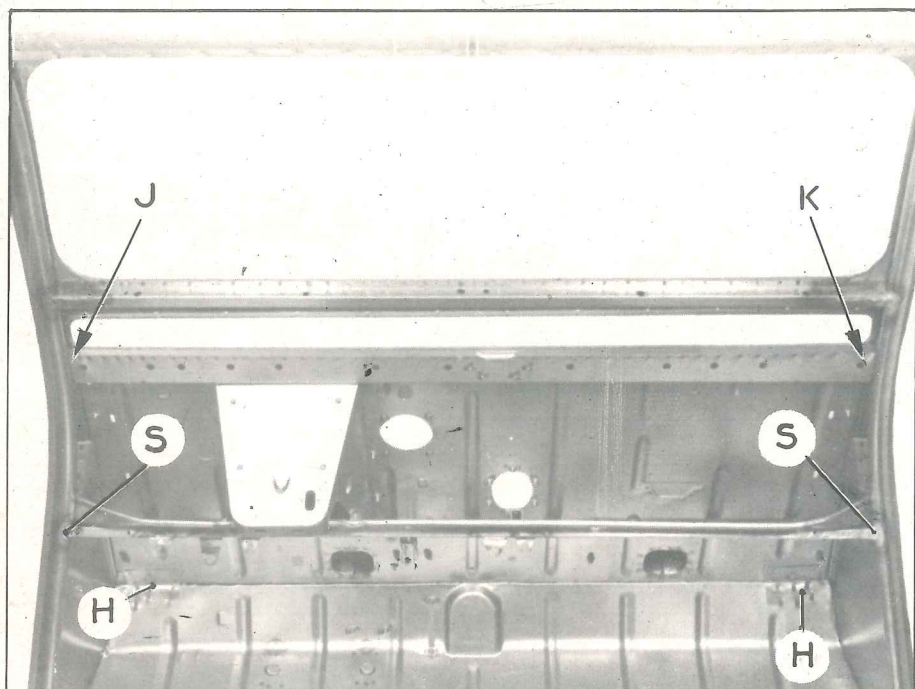

Fig. 3
2. Dessouder suivant JK (fig. 3)
4. Dessouder en H (fig. 3 et 5).
- JK (fig. 3)
- en H (fig. 3 et 5).